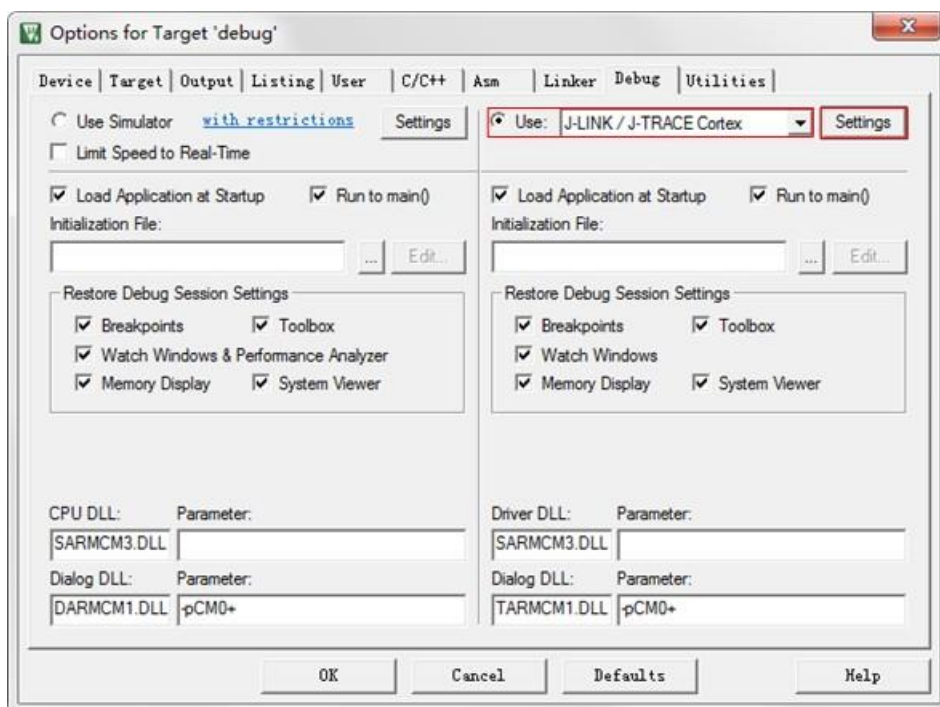
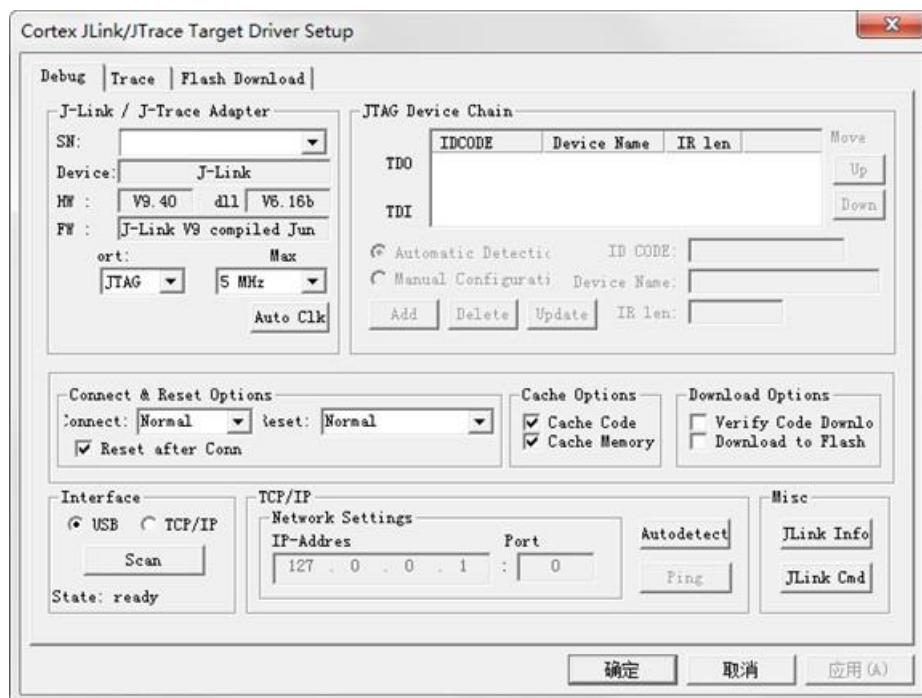

图 4.19 设置 J-LINK/J-TRACE Cortex
图 4.20 J-LINK Debug for ARM 配置选项
- (3) 如图 4.19 所示，点击 **【J-LINK/J-TRACE Cortex】** 旁边的 **【Setting】**，将会弹出仿真器的配置选项，如图 4.20 所示。